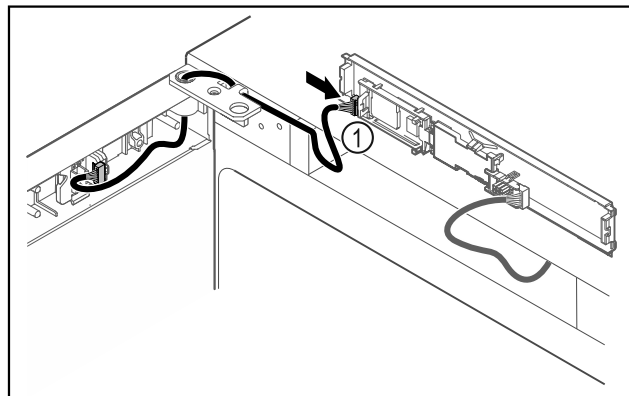

Fig. 50
- ▶ Stekker Fig. 50 (1) in printplaat steken.